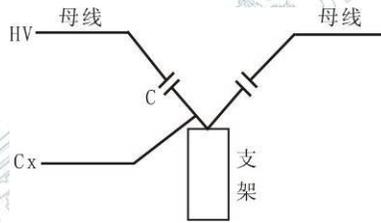

图 15 断路器断口电容试验接线
8、断口器断口电容的介损测量（见图 15）
断口电容的介损及电容测量时，将高压电缆和 C_x 测量电缆加到断口电容两端，用正接线方式测量，如图 15 所示：